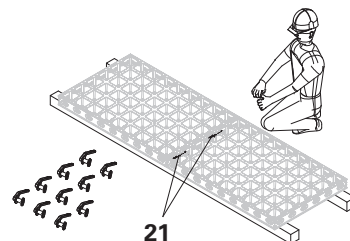

Fig. B1.01a
2. Déposer deux panneaux avec la peau coffrante orientée vers le sol et les assembler à l'aide du connecteur DUO (21) au niveau de la jonction courte. (Fig. B1.01a)